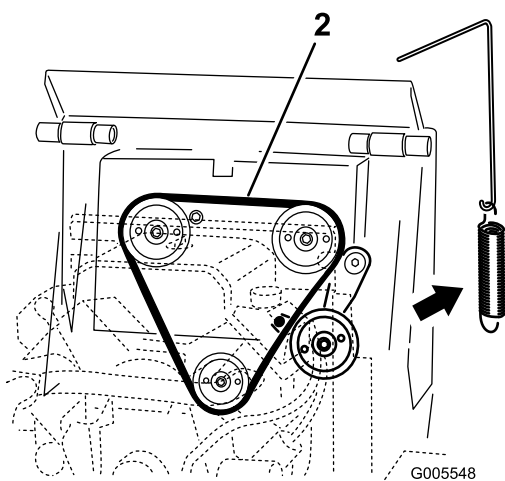

Рисунок 48
4. Снимите пружину промежуточного шкива с узла промежуточного шкива (Рисунок 48).
6. Установите новый ремень привода на трех шкивах (Рисунок 48).